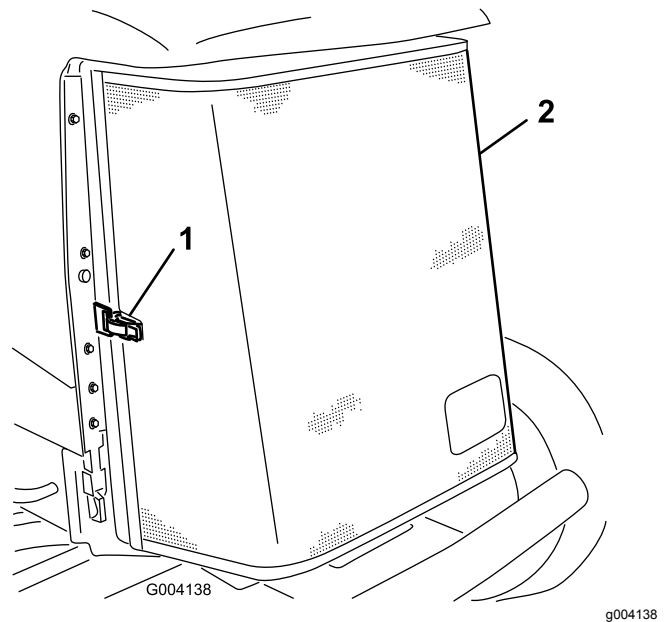

Bild 94
3. Entriegeln Sie den Riegel und drehen Sie das hintere Gitter auf (Bild 94).